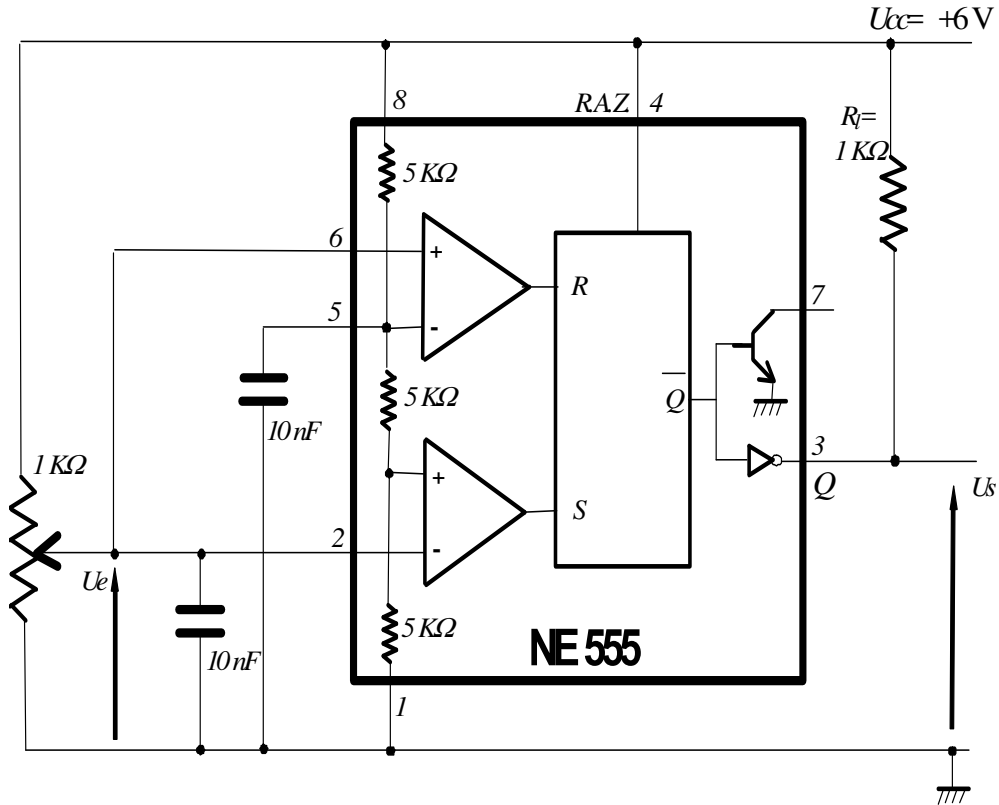

Figure 1. Circuit de test du temporisateur
1) Quelles sont les tensions constantes qui apparaissent sur les entrées des comparateurs internes au NE555 câblé selon le schéma représenté figure1 ?